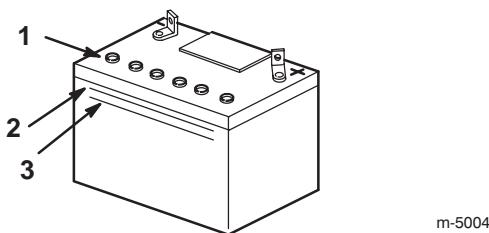

Bild 25
2. Sehen Sie sich die Seite der Batterie an. Der Füllstand muss bis zur oberen Linie reichen (Bild 25). Der Säurestand darf nicht unter die untere Linie fallen (Bild 25).
3. Entfernen Sie die Entlüftungsdeckel von der Batterie (Bild 25).
4. Gießen Sie langsam destilliertes Wasser in jede Batteriezelle, bis der Säurestand die obere Linie (Bild 25) am Batteriegehäuse erreicht.
5. Warten Sie nach dem Füllen der Batteriezellen fünf bis zehn Minuten. Gießen Sie bei Bedarf langsam destilliertes Wasser in jede Batteriezelle, bis der Säurestand die obere Linie (Bild 25) am Batteriegehäuse erreicht.